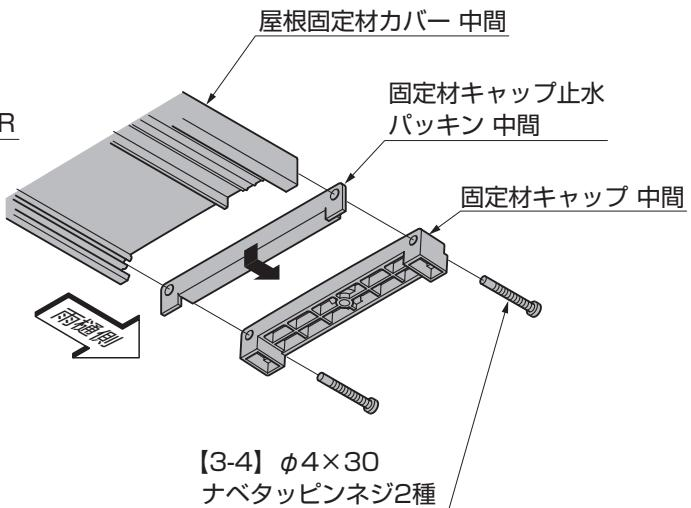

図9-11 中間部
- ②固定材キャップ止水パッキン 中間、固定材キャップ 中間を屋根固定材カバー 中間の雨槽側に【3-4】で取付けてください。(図9-11参照)
(4) 屋根固定材止水パッキンの取付け